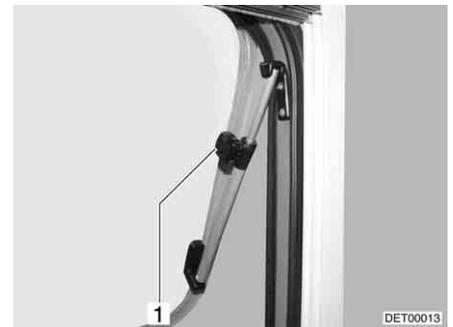

Bild 70 Dachhaube mit Dreh-Ausstellern, geöffnet
■ Dachhaube bis zur gewünschten Stellung öffnen und mit Rändelknopf (Bild 70,1) feststellen.
Schließen: ■ Rändelknopf (Bild 70,1) drehen, bis Arretierung freigegeben wird.